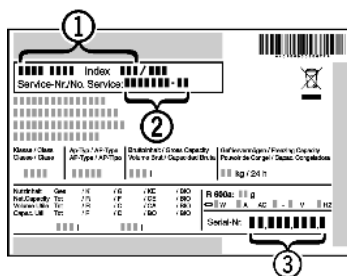

Fig. 12
- ▶ Apparaataanduiding Fig. 12 (1), service-nr. Fig. 12 (2) en serie-nr. Fig. 12 (3) van het typeplaatje aflezen. Het typeplaatje bevindt zich aan de linkerkant binnen in het apparaat.
- ▶ Contact opnemen met de Technische Dienst en het probleem, apparaataanduiding Fig. 12 (1), service-nr. Fig. 12 (2) en serie-nr. Fig. 12 (3) mededelen.